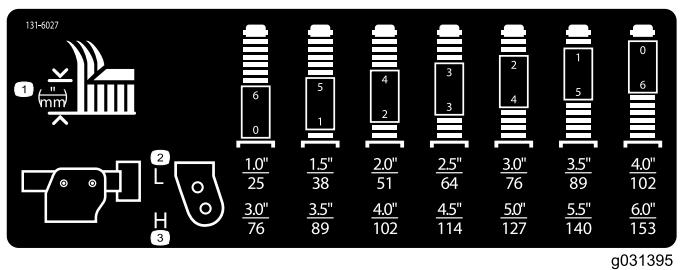

Bild 22
3. Stecken Sie die Laufradachsen in allen Laufradgabeln in die gleichen Löcher. Die richtigen Löcher für die jeweilige Schnitthöhe finden Sie in der Tabelle (Bild 22).